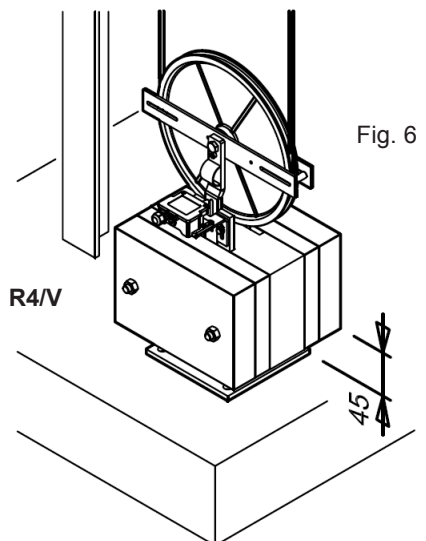

Fig. 6
- Subir el estribo de guía del contrapeso de manera a tener una alineación perfecta entre la polea del limitador y la polea tensora (Fig. 6).
- Poner un soporte en el contrapeso hasta que quede una distancia de unos 45 mm del fondo del hueco del ascensor (valor aproximado) (Fig. 6).